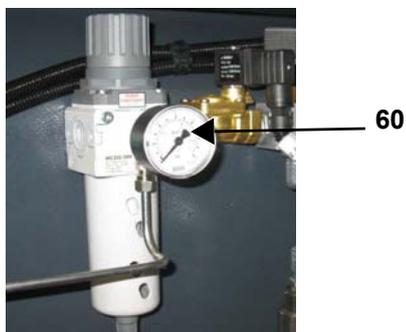

Рис. 15
**⚠ ВНИМАНИЕ:** Давление, считываемое на манометре 60, должно составлять от 5 до 10 бар.(Рис. 15 )